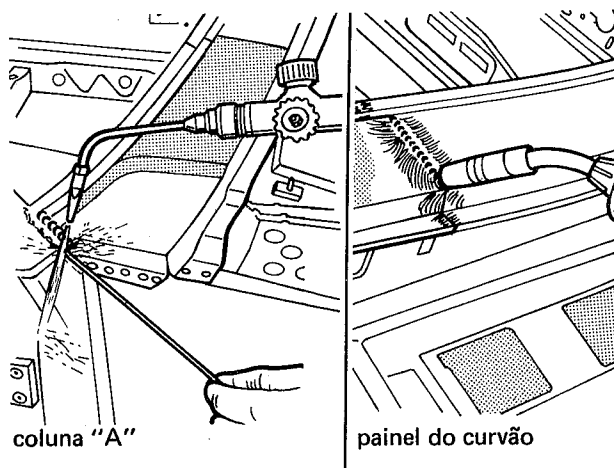

fig. 109
9. Soldar a latão a junção do novo painel à coluna "A", e ao painel remanescente (fig. 109)